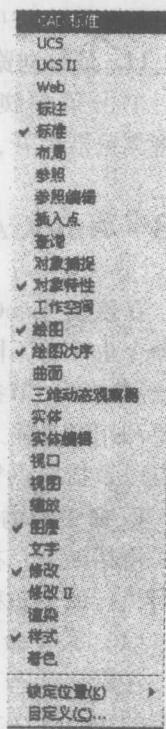

图 1-5 快捷菜单
1) 工具栏的打开与关闭。在屏幕上任何一个工具栏上单击鼠标的右键，出现一个快捷菜单，如图 1-5 所示。上面打对号的是已经在屏幕上显示的工具栏，可以通过在工具栏名字上单击鼠标来打开或关闭相应的工具栏。